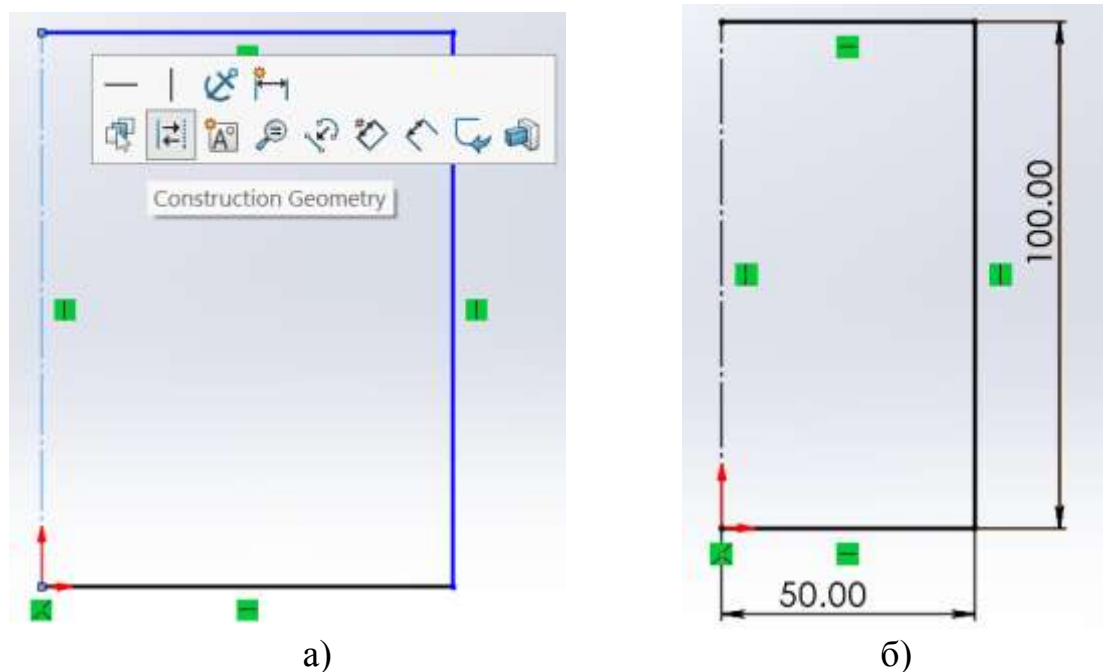

Рисунок 4.27 – Встановлення осі обертання циліндра а)
4. Змінимо вид лінії прямокутника з основної на осьову, викликавши контекстне меню після натискання на потрібну лінію. Для цього в контекстному меню обираємо Construction Geometry (рисунок 4.27, а). Після встановлення осі обертання циліндра нанесемо розмір радіуса 50 мм та висоти 100 мм за допомогою кнопки Smart Dimension (рисунок 4.27, б) Доцільно знову нагадати, що колір усіх ліній прямокутника змінився з синього на чорний, що свідчить про повне визначення ескіза.